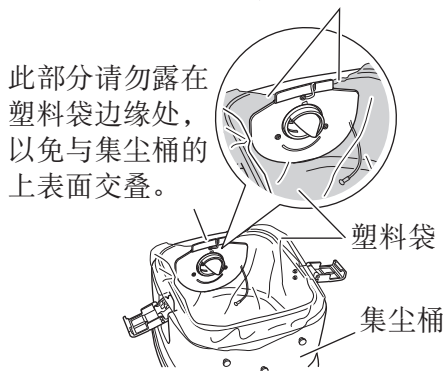

图 13
首先沿袋导向器的底部插入袋子，然后沿两侧插入。（见图 13）
- 进气口的塑料袋边缘不得伸出集尘桶顶部。（见图 13）